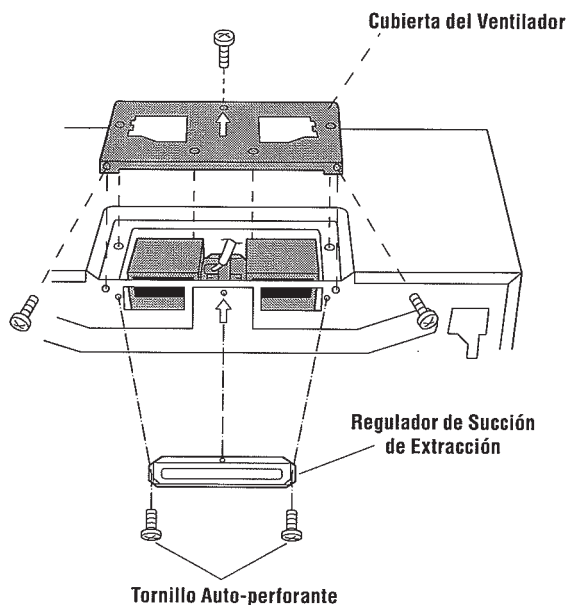

Figura 10
4. Coloque el cable conductor dentro de la Caja de Alambres. Véase la Figura 10.
6. Sujete el Regulador de Succión de Extracción a la parte trasera de la Placa de Montaje deslizándolo dentro de las ranuras. Véase la Figura 10. Utilice dos Tornillo Auto-perforante de 4 x 8 mm de los HERRAJES DE INSTALACIÓN y apriete para colocar en su sitio.
5. Coloque nuevamente la Cubierta del Ventilador deslizando dentro de las ranuras en la misma dirección de la flecha indicada sobre la Cubierta del Ventilador. Asegúrese que las aspas del ventilador son visibles a través de las aberturas superiores del horno antes de proceder. Sujete la Cubierta del Ventilador a la unidad mediante los 3 tornillos que se retiraron en el Paso 1 anterior. Véase la Figura 10. La Unidad de Ventilador de la Campana Extractora ahora está girada para operación de escape vertical.